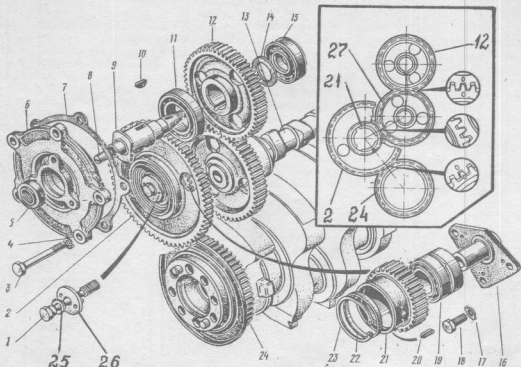

Рис. 2. Шестерни привода агрегатов:
3. Отвернуть болты 3 (Рис. 2) с шайбами 4 крепления корпуса 6 заднего подшипника в сборе с манжетой 5, снять корпус 6 и прокладку 7 корпуса заднего подшипника привода ТНВД.
25. Отогнуть усы замковой шайбы 25 (Рис.2), вывернуть болт 1 крепления с шайбами 25 и 26 ведущей шестерни 21 привода распределительного вала. (Молоток, зубило, головка сменная 19 мм, ключ с п. к.).